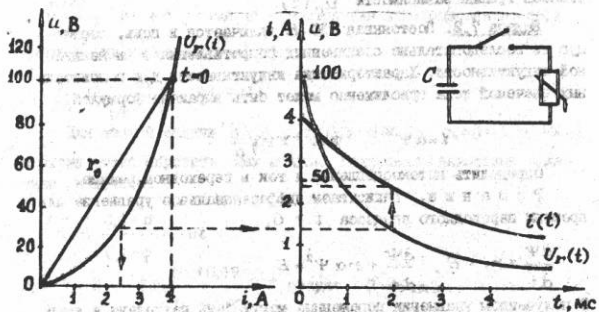

Рис. 45
**Задача 7.3.** Конденсатор  $C = 80 \text{ мкФ}$ ,  $u_C(0) = 100 \text{ В}$  разряжается через нелинейное сопротивление, ВАХ которого задана на рис. 45. Определить ток в цепи методом условной линейризации.
По формуле (2ж) строим график напряжения  $u_r(t)$  и, наоборот, отобразив точки этого графика относительно нелинейной характеристики  $u_C(i)$ , получаем график тока  $i(t)$  (см. рис. 45).